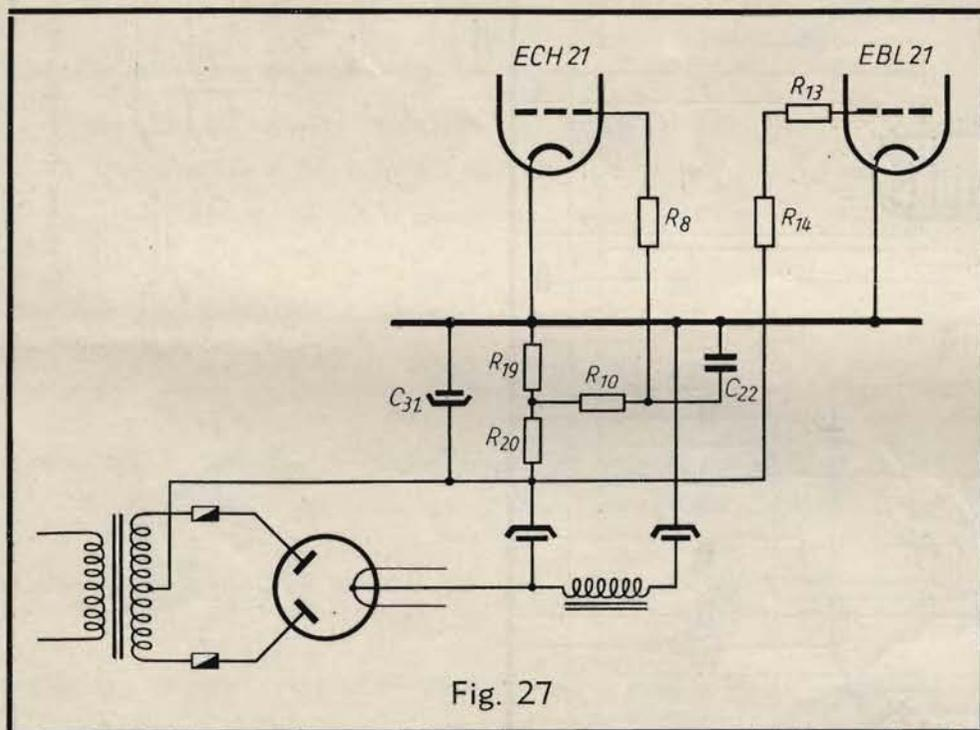

Fig. 27
Ciascuna metà dell'avvolgimento è allacciata ad uno degli anodi della *raddrizzatrice* attraverso un *fusibile* da 80 mA. La tensione continua positiva viene derivata dalla presa intermedia (5) del *catodo a riscaldamento diretto*. Segue il primo *condensatore di livellamento*  $C_{32}$ , l'*impedenza di filtraggio* (avvolgimento d'eccitazione dell'altoparlante elettrodinamico) ed il *condensatore di filtraggio*  $C_{33}$ . I condensatori sono da 32  $\mu$ F e l'*impedenza* da circa 15 H. L'*alimentatore* presenta la soluzione di un altro interessante problema: la cosiddetta « *produzione semiautomatica* » della tensione di griglia (fig. 27), che si distingue dalla *produzione automatica* spiegata nella Dispensa N. 15. Nella fig. 27 sono disegnate soltanto le resistenze che costituiscono il *partitore di tensione*, nonchè gli attacchi delle *griglie* e dei *catodi* delle *valvole amplificatrici* di BF.